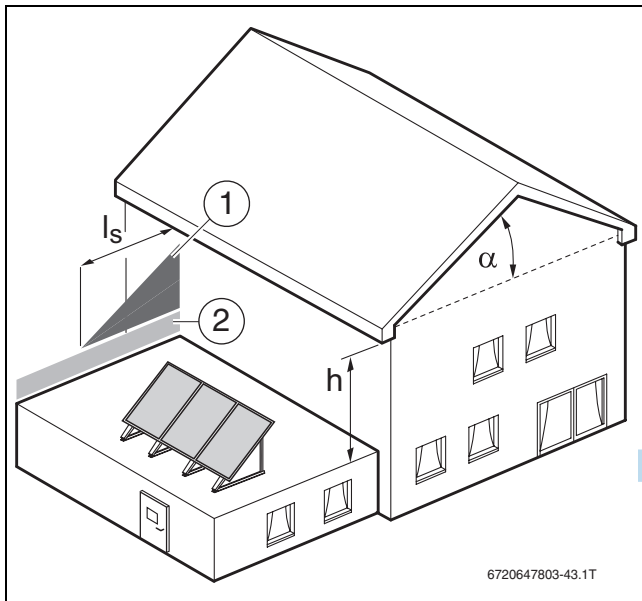

Bild 13
- Höhengsprünge vermeiden (→ Bild 13).
Bei Höhengsprüngen von Dächern müssen abrutschende Schneelasten ab einer Dachneigung von $\alpha > 15^\circ$ vermieden werden. Die Länge der zusätzlichen Belastung durch eine abrutschende Schneelast ergibt sich aus dem Höhengsprung ($\rightarrow$ Bild 13): $l_s = 2 \times h$